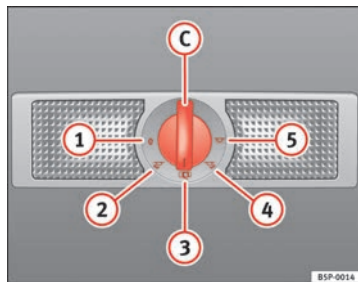

Abb. 80 Dachhimmel:
Mit dem Schalter ⇒ Abb. 80 C können Sie folgende Positionen wählen:
In der Schalterstellung ⇒ Abb. 80 ① sind die Innen- und Leseleuchten ausgeschaltet.